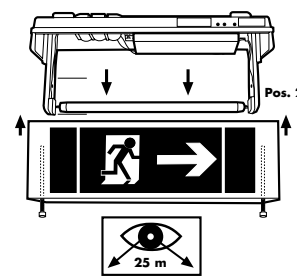

ABB. 6
- Platzieren der Piktogrammfolie (**Abb. 6**). Die selbstklebenden Piktogrammfolien können einfach nach dem Abziehen des rückwärtigen Trägers durch Benetzen der Klebflächen mit Wasser auf der Leuchtenabdeckung platziert werden. Mit einem Schieber wird von der Mitte ausgehend zu den Rändern das Wasser und ggf. die Luft herausgestrichen.